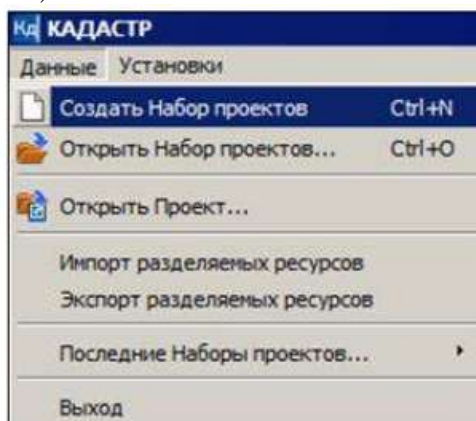

Рисунок 26– Запуск программы КАДАСТР
2. Создайте новый набор проектов. Для этого выполните команду **Создать Набор Проектов** (рис. 26) в меню **Данные** (<Ctrl + N>).